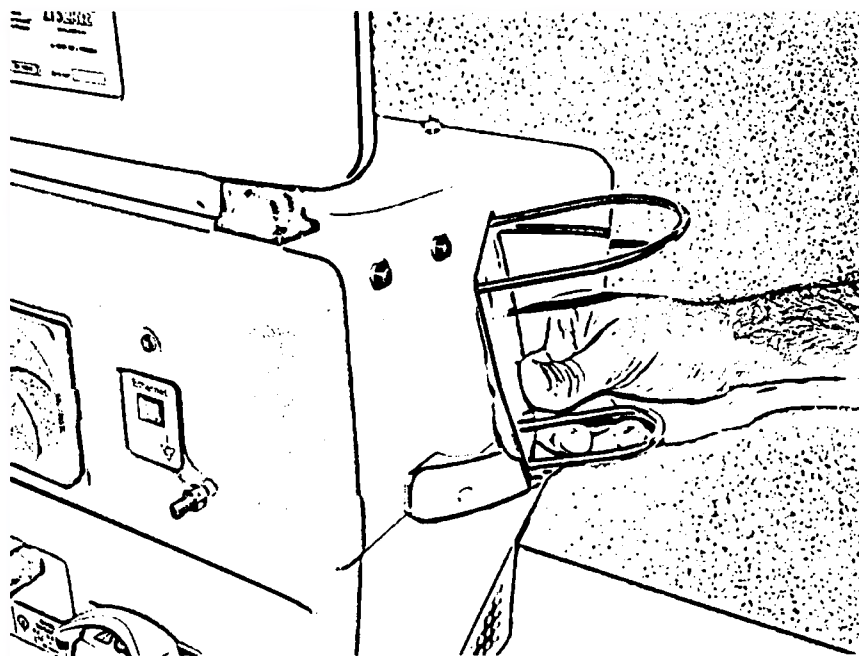

Рисунок 3-4. Подготовка к работе: шаг 11
- Шаг 10** Установить держатель для емкости с дистиллированной водой на боковую панель аппарата (см. рис. 3-4).